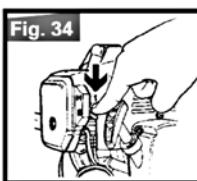

Fig. 34
9. Empurre para baixo a alavanca do ar do carburador (Fig. 34).
Aja igual que para o motor frio, mas com a alavanca do ar para baixo (veja Fig. 34).